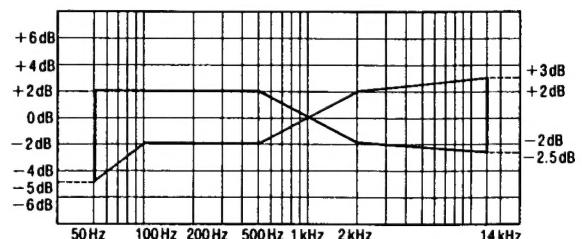

Abb. 9
5. Geben Sie das aufgenommene Signal wieder und achten darauf, daß dieses sich im Vergleich zur Bezugsfrequenz (1 kHz) in dem in Abb. 9 aufgezeichneten Bereich befindet.